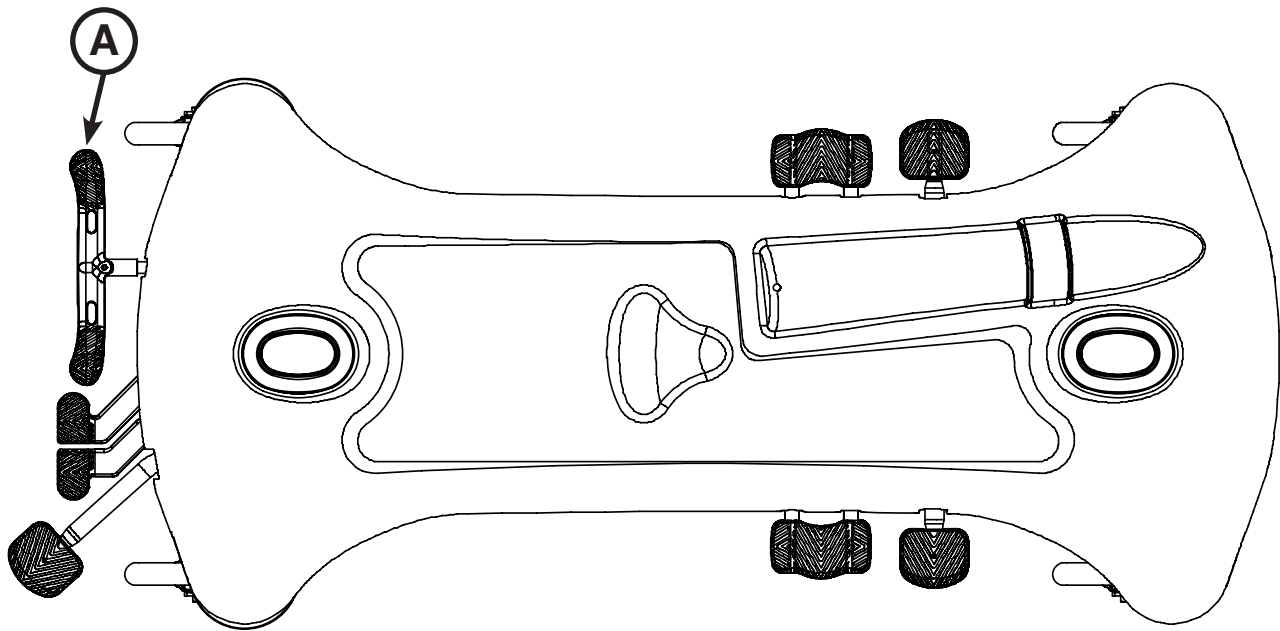

Figura 3: Sistema de travagem
Para accionar os travões da extremidade do lado da cabeça, empurre totalmente para baixo o lado esquerdo do pedal (A), conforme se mostra na figura 3.